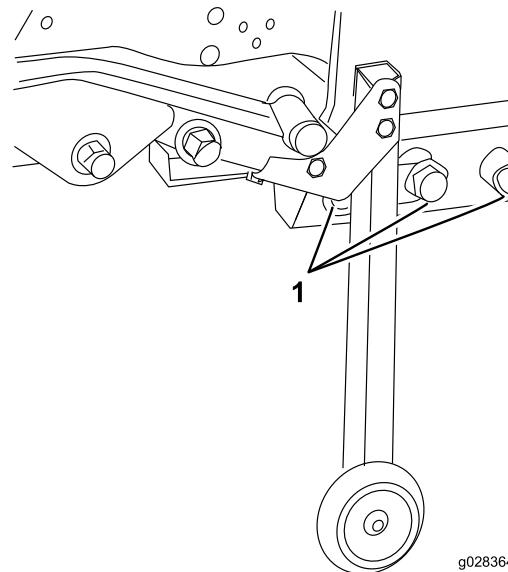

Figure 85
38. Roulez le plateau d'été et le cadre en position et montez les 5 boulons (3/4 po), rondelles et écrous qui fixent le cadre du plateau au cadre arrière (Figure 85).